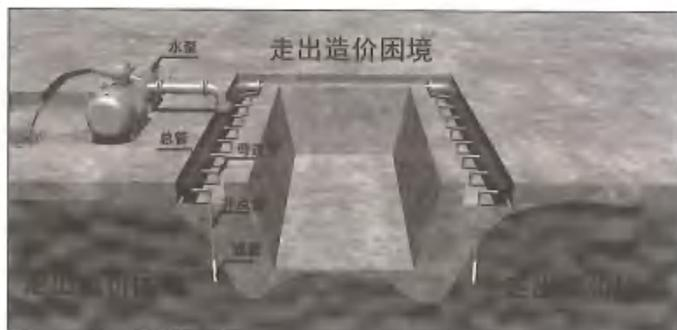

图7-2 轻型井点降水
(1) 轻型井点：地下水从井管下端的滤水管凭借真空泵和水泵的抽吸作用流入管内，汇入集水总管，流入集水箱，由水泵排出。冲设成本低，运行费用高。
(2) 成本分析：一套20天以内按3500元左右算（不含电费，7.5kW真空泵每天180度电），超过天数每天200元每套。这是现场施工的价格，如图7-2所示。